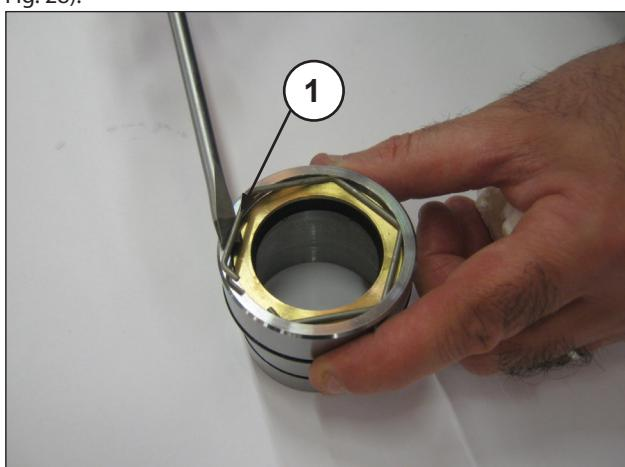
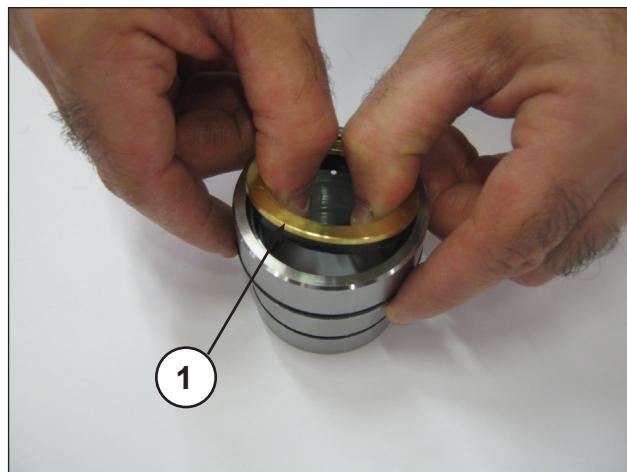

Fig. 27
Fig. 28
Para quitar la junta de baja presión, es necesario desmontar la anilla de tope (pos. ①, Fig. 27) y la anilla de retención (pos. ①, Fig. 28).